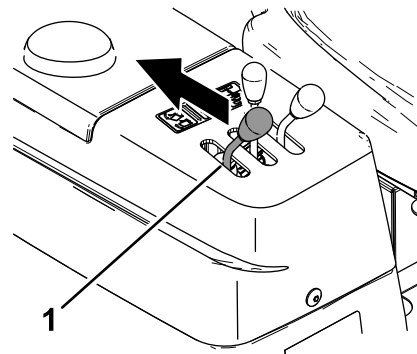

Bild 49
1. Eine andere Person sollte den Entleerungshebel für die Fangbox zurückgezogen halten (Bild 49).